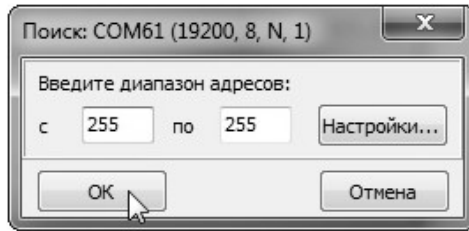

Рисунок 16 – Окно «Поиск: COM61 (19200, 8, N, 1)»
3.11.5 Выбрать пункт главного меню «Устройства» → «Поиск...», либо нажать клавишу «F3» на клавиатуре. На экране появится окно «Поиск: COM61 (19200, 8, N, 1)» (рисунок 16).